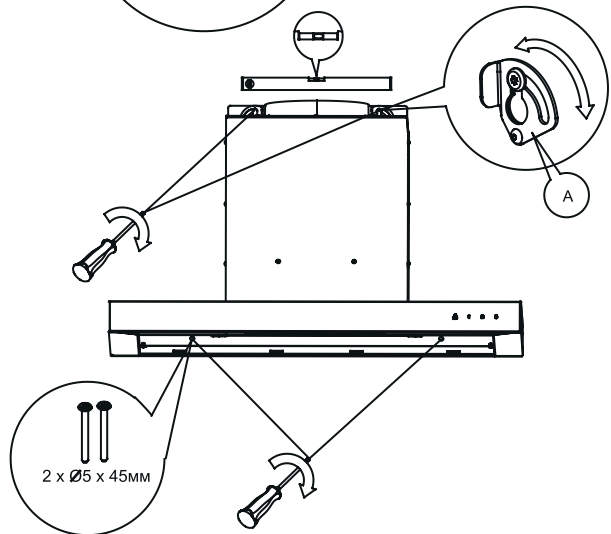

Рис. 7. Установка витяжки
5. За допомогою будівельного рівня перевірте горизонтальність кріплення приладу. Поворотом елемента **A** (Рис. 7), відрегулюйте положення витяжки згідно показань рівня, а потім затягніть обидва ґвинти, попередньо частково вкручених, та закрутіть обидва ґвинти, що залишились.